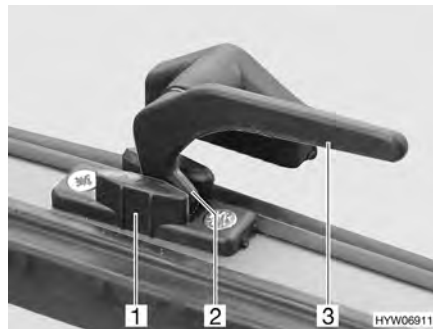

Fig. 56 Palanca de bloqueo en la posición de "ventilación continua"
- En la posición "ventilación continua" (Fig. 56)
- Girar la palanca de bloqueo (Fig. 56,3) un cuarto de vuelta hacia la mitad de la ventana.
- Girar de nuevo hacia atrás la palanca de bloqueo. El saliente de bloqueo (Fig. 56,2) se ha de introducir para ello en el rebaje del bloqueo de la ventana (Fig. 56,1).